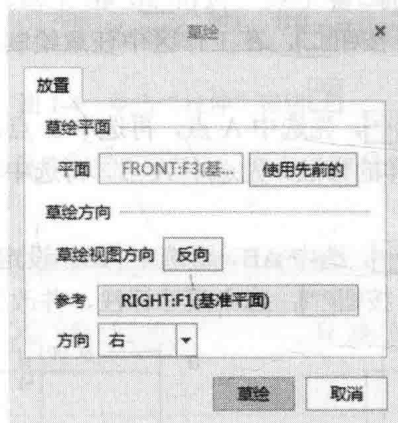

图 1-12 选取草绘平面和参考平面
(17) 在“模型”选项卡中单击“旋转”按钮, 再在操控板中单击“放置”按钮, 然后在“草绘”滑板中单击“定义”按钮。
(18) 选取 FRONT 基准面为草绘平面, RIGHT 基准面为参考平面, 方向向右, 如图 1-12 所示。